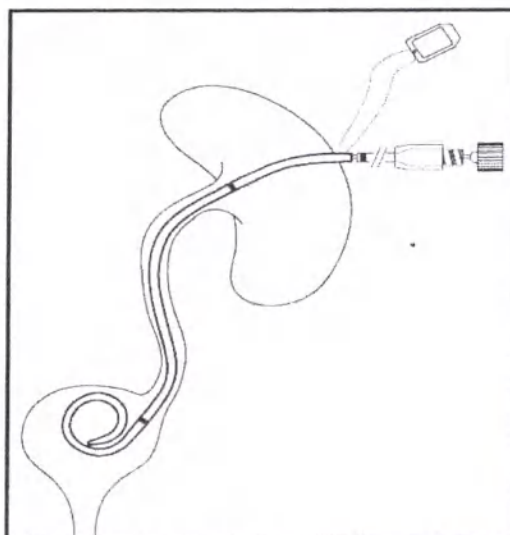

Рисунок 3. Введение собранного стента
4. Введите сборку, состоящую из стента, стабилизатора, и гибкой поддерживающей канюли, по проводнику в собирательную систему почки. См. Рисунок 3.